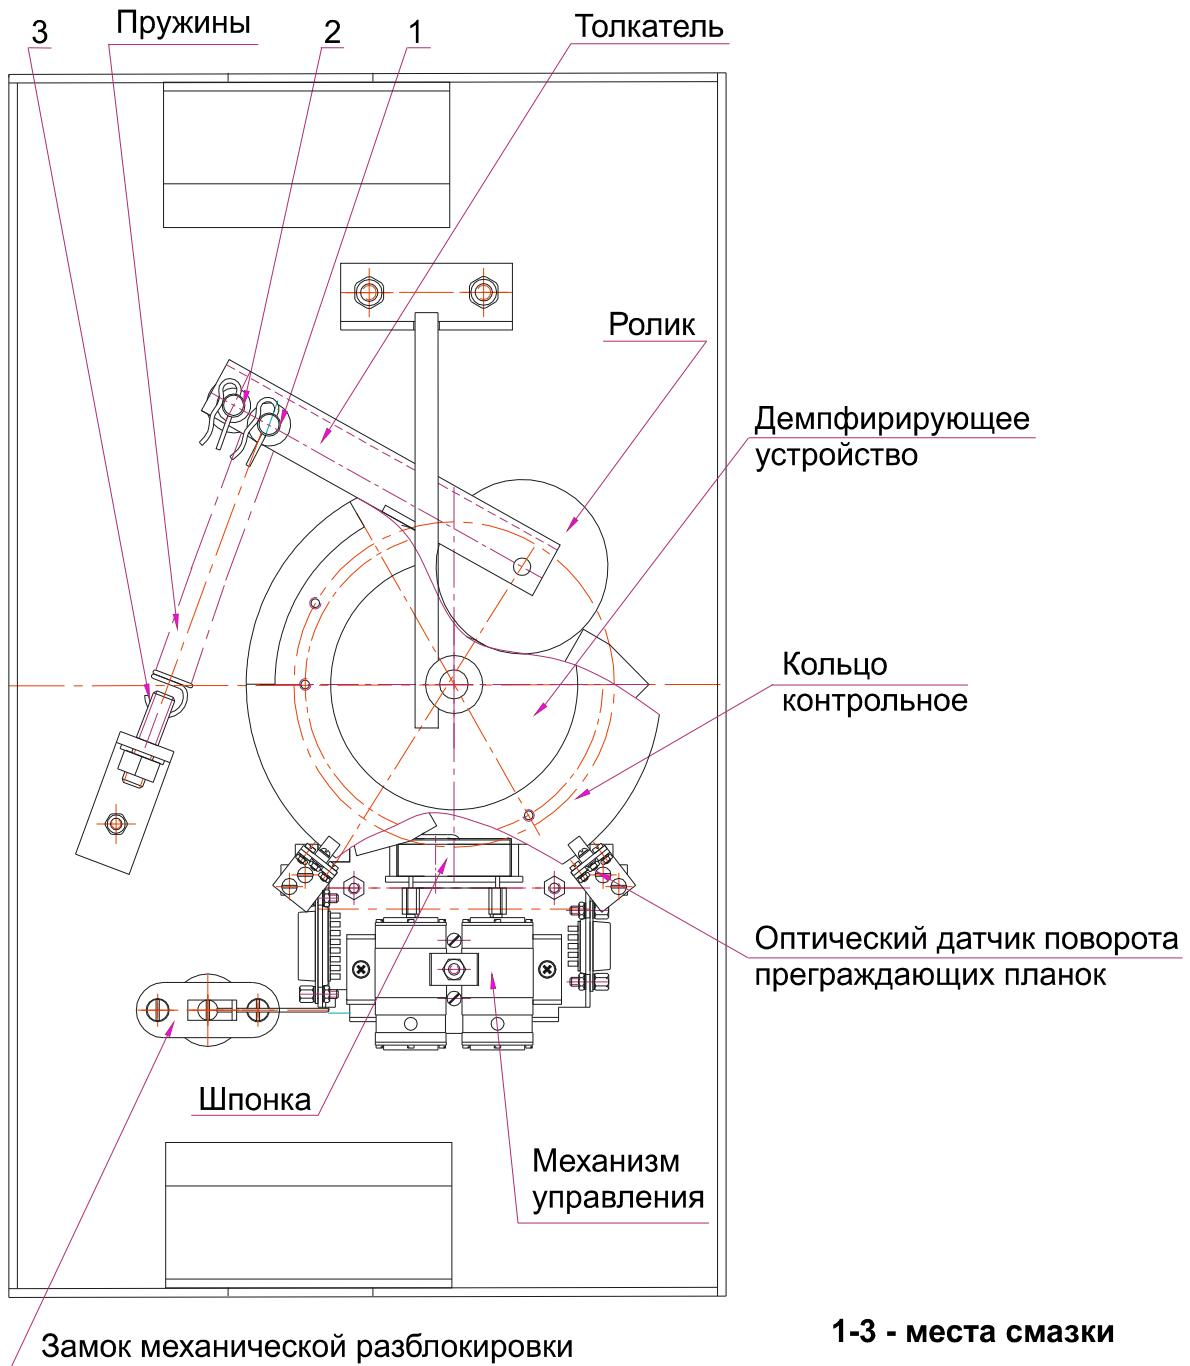

Рисунок 9 – Расположение внутренних деталей и узлов стойки ЭП
- снимите крышку (3) в порядке, указанном в разделе 6;
- осмотрите устройство доворота (толкатель, пружины и ролик), оптические датчики поворота преграждающих планок и демпфирующее устройство (см. рисунок 9);
- механизмы секретности замка механической разблокировки (7) и замка крышки (4) со стороны замочной скважины;